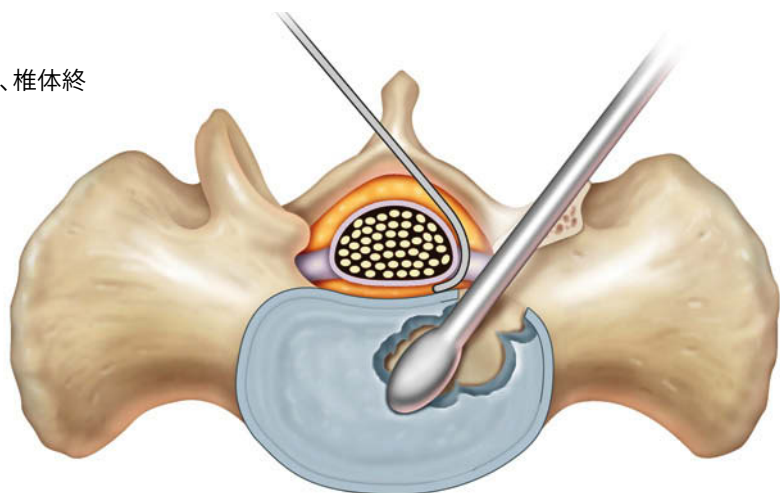

図 13
- キュレット、骨ノミ、骨鉗子、ディスクシェーバーを複合的に使用して最終的な椎間板の切除を実施します(図13)。椎体骨性終板の完全性を維持するために注意を払い、また、各種器械を椎間板腔で出し入れする場所ではレトラクターを用いて硬膜を保護する必要があります。